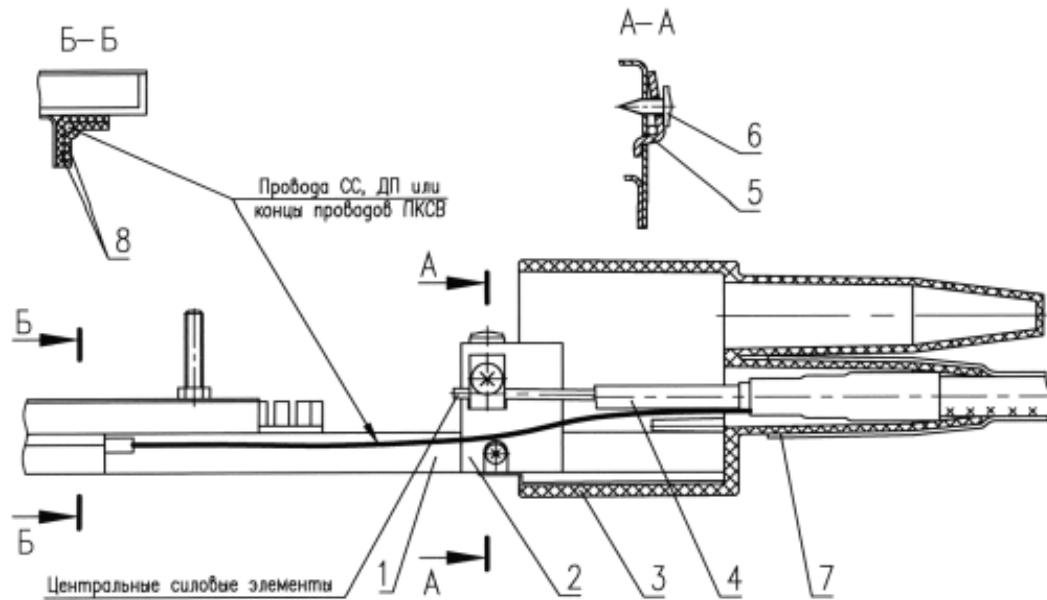

Рис. 4. Закрепление концов кабеля, центрального силового элемента, проводов СС и ДП или проводов ПКСВ
4.1.11. Продвинуть кабель в оголовник до упора трубки ТУТ с патрубком и закрепить ЦСЭ (стеклопругки, тросы) с помощью пластины (5) и винта (6) (*рис. 4*).
4.1.12. На патрубки оголовника надвинуть трубку ТУТ 35/12 (7) (*рис. 4*) и произвести ее усадку. При малых диаметрах кабеля предварительно на кабель вплотную к патрубку усадить трубку ТУТ 25/8.
4.1.14. Провода СС и ДП и провода ПКСВ (*рис. 4*) соединить скруткой. Медные жилы СС и ДП соединить скруткой с пропайкой. Места соединения проводов изолировать п/э гильзой, прикрепить к пластине (8), (*рис. 4*) и зафиксировать дополнительной пластиной. Допускается для соединения жил СС и ДП использовать сжимаемые соединители UDW 2 с пресс-клещами Е-9ВМ.